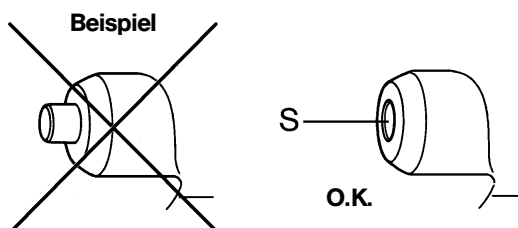

Abb. 3
- Handhebel (HH) bis zum Einrasten nach oben drücken
- Kontrolle:** Der Kontrollstift (S) darf nach dem Einkuppeln **nicht** aus der Kontrollhülse **herausstehen**. Herausstehender Kontrollstift: nicht richtig eingekuppelt, **Unfallgefahr!** (s. Abb. 3)